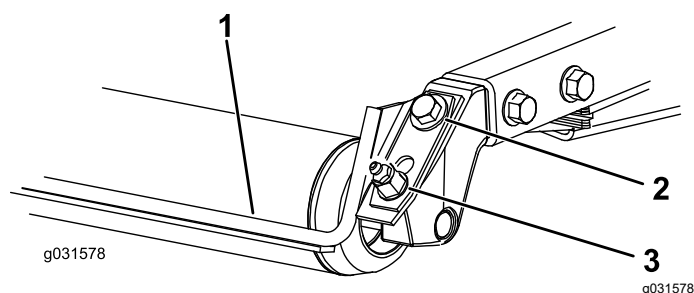

Рисунок 9
1. Ослабьте пресс-масленку и крепежный винт (Рисунок 9).